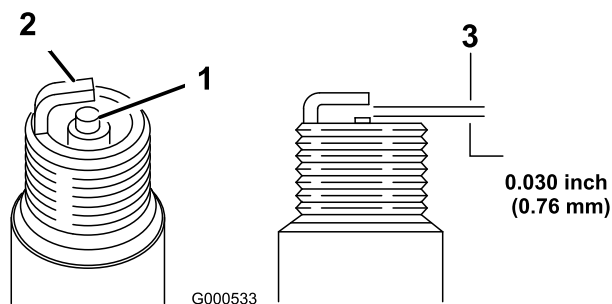

Figura 18
- Impostate la luce sul tappo a 0,76 mm (Figura 18).